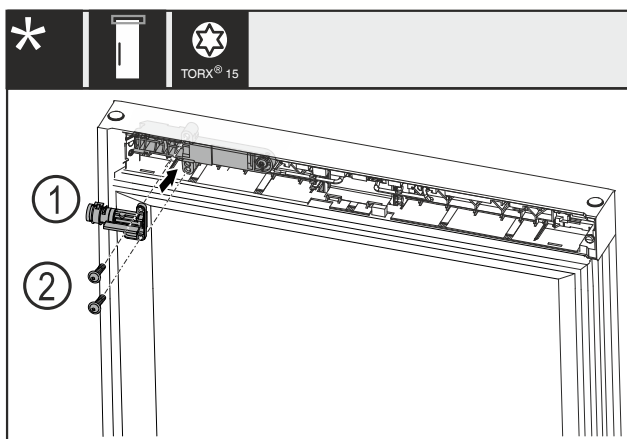

Fig. 13
- Rotulloni bravën mekanike Fig. 13 (1) me 180° dhe montojeni në anën tjetër.
- Mbërtheni bravën mekanike Fig. 13 (1) me vida Fig. 13 (2).